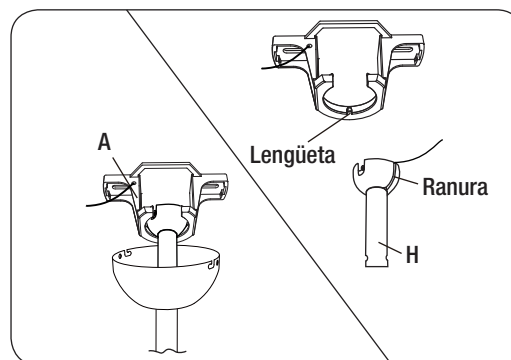

Figura 10
- Antes de realizar las conexiones eléctricas, levante con cuidado el conjunto del ventilador hasta el soporte de montaje (A). Asiente la bola de la barra de suspensión en el portalámparas del soporte de montaje. Asegúrese de que la lengüeta del portalámparas del soporte de montaje esté correctamente asentada en la ranura en la bola de la barra de suspensión (Figura 10).